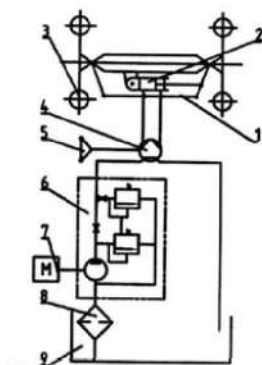

Рис. 10. Принципиальная схема гидравлических рулевых механизмов.
5.4.1. Принцип действия и функционирования полного гидравлического рулевого механизма (смотрите Рис. 10)
Принцип работы гидравлических рулевых механизмов показан на рис.10. Картер ведущего моста задней оси (9) также может быть использован как масляный бак рулевых механизмов. Под низким давлением масло вытекает в насос непрерывного течения HLCB-D06/06 (L) (6) в дизельный двигатель (7) через отверстие трубки насоса. Масло под устойчиво высоким давлением попадает в гидравлическое управление рулевого механизма модели BZZ1-E80 (4) и приводит в действие управляющий цилиндр (2) для приведения в действие рулевого механизма, а избыток масла возвращается к насосу через возвратную масляную трубу. Насос постоянного действия приспособлен для поддержки стабильной подачи масла, чтобы гарантировать устойчивую работу гидравлического рулевого механизма. Во время работы двигателя, гидравлический рулевой механизм трактора может работать только при повороте руля, и гидравлический подъемник не должно сбивать настройку управления.